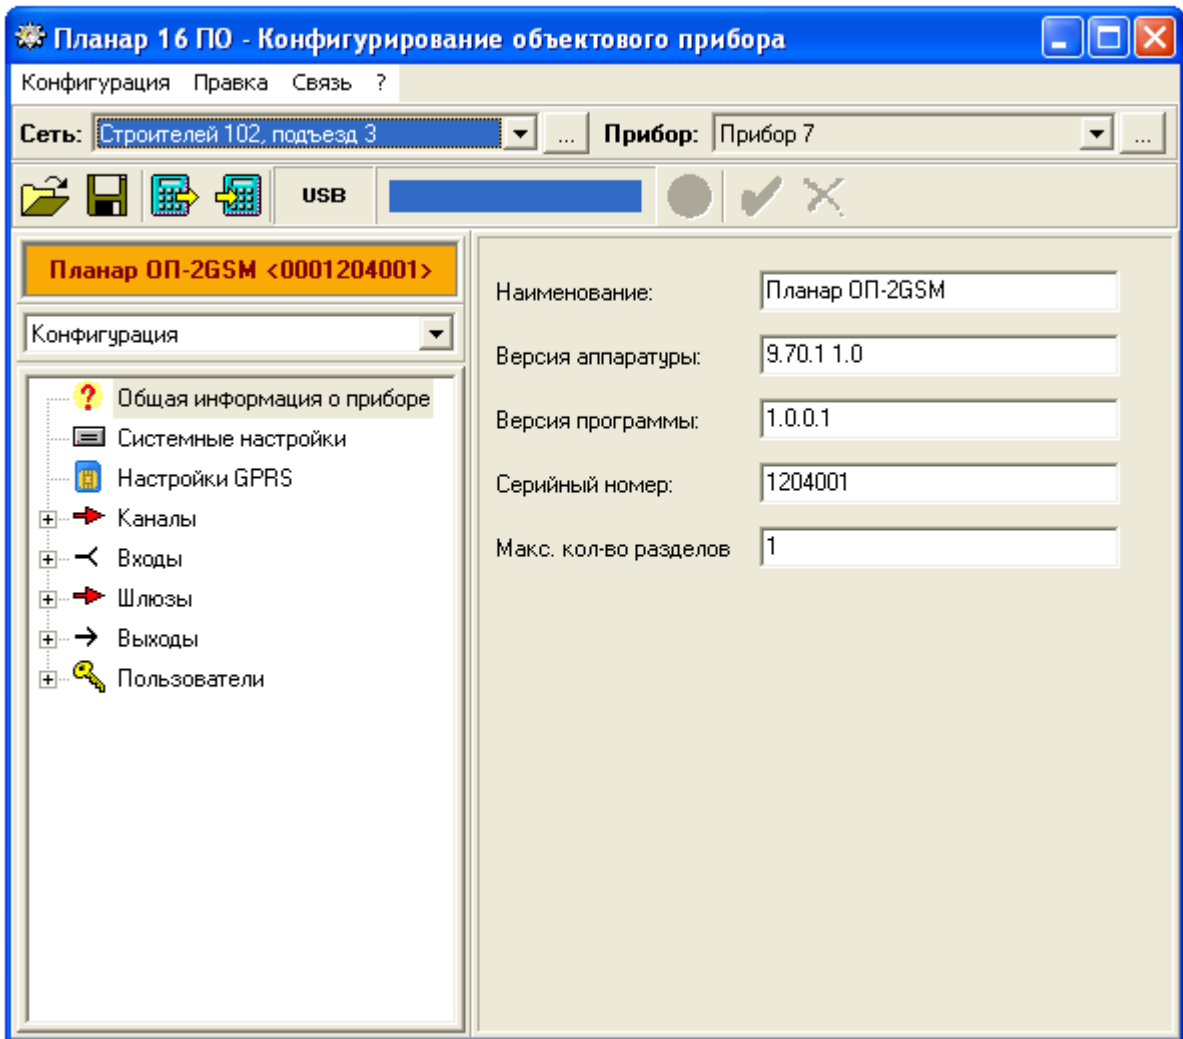

Рис.7 Типовое окно программы конфигурирования при выбранном **USB** интерфейсе.
12.2.2.3.16. Типовое окно программы конфигурирования объектового прибора при выбранном **USB** интерфейсе показано на Рис. 7.